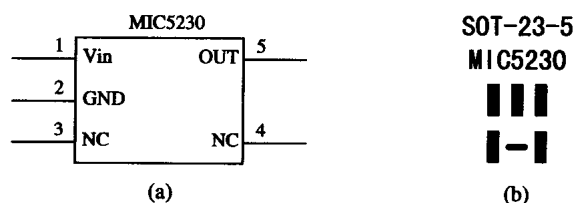

图 1-1 MIC5230 的管脚引线 with SOT-23-5 型表贴封装外形图
(1) 非常低的静态电流,对地电流仅为 $1\ \mu\text{A}$ 。
(2) SOT-23-5 型表贴封装(如图 1-1 所示)。
(3) 具有较宽的输出电压选择范围(3.3 V、5.0 V、6.0 V 以及 12.0 V)。
(4) 输出电流标称值为 10 mA。
(5) 不需外接输入和输出大容量电解电容,只需接一个 $1\ \mu\text{F}$ 的电容即可。
(6) 较低的压差(输入和输出之间的压差仅需 20 mV)。
(7) 具有较高的负载调整率。
(8) 温度漂移较小。